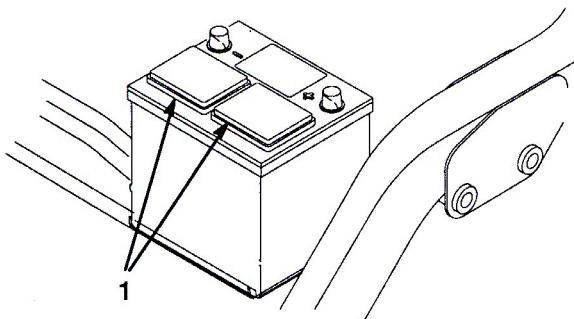

図4
3. キャスター・フォークに後輪を取り付ける。キャスター・フォークの片側からホイール・ボルトを差し込み、スペーサ(付属部品)1個をはさんで車輪に通す(図4)。
2. バッテリーの上部をきれいに洗浄し、通気キャップを外す(図4)。